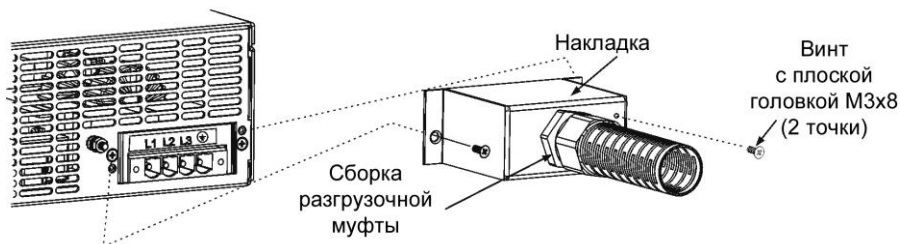

Рис.3-4: Входной разъем переменного тока и разгрузочная муфта
6. Разложите провода внутри футляра для предохранения их от сдавливания. Закрепите кожух на приборе, используя имеющиеся в комплекте винты с плоской головкой M3x8. За более подробной информацией обратитесь к Рис.3-4.